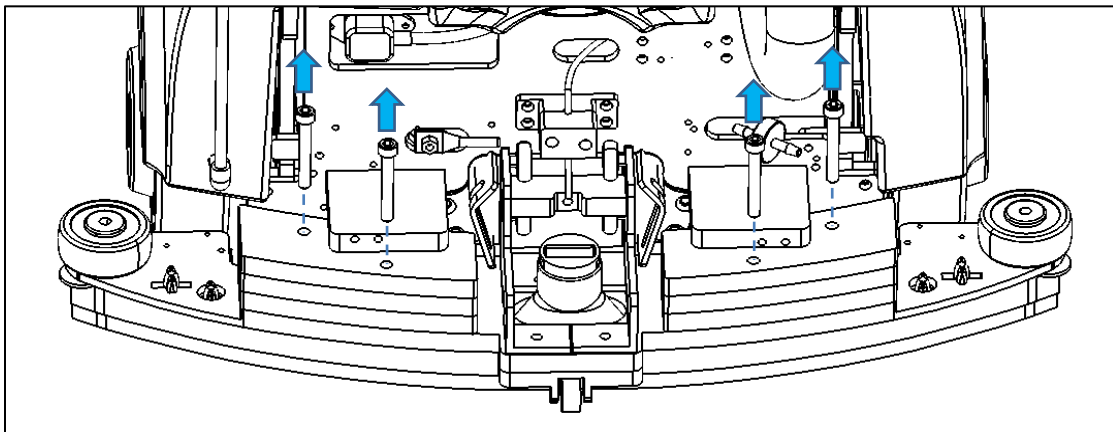
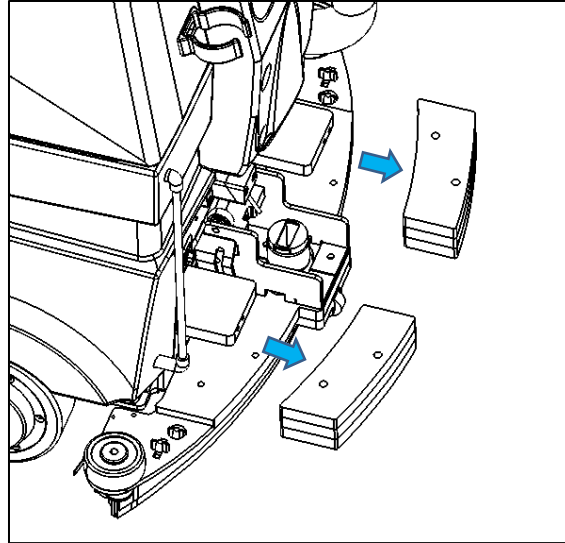

Fig. 3
Fig. 4
3. Draai de vier schroeven van de gewichten van de zuigmond los (Fig. 3). Verwijder de gewichten (Fig. 4).